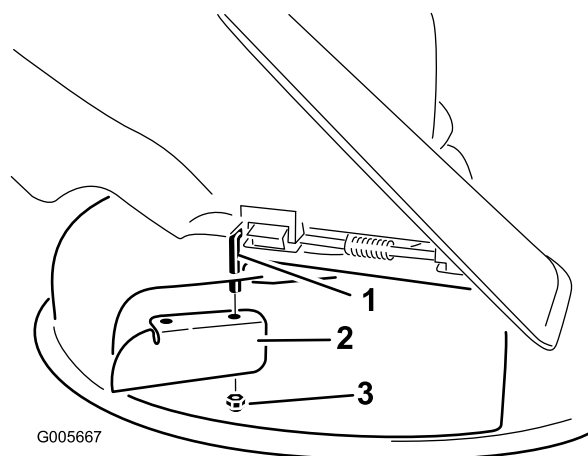

Bild 29
6. Montieren Sie das Versatzablenkblech an der frei liegenden Gelenkstange (Bild 29). Befestigen Sie das Ablenkblech mit der vorhandenen dünnen Mutter (3/8 Zoll) am Mähwerk.